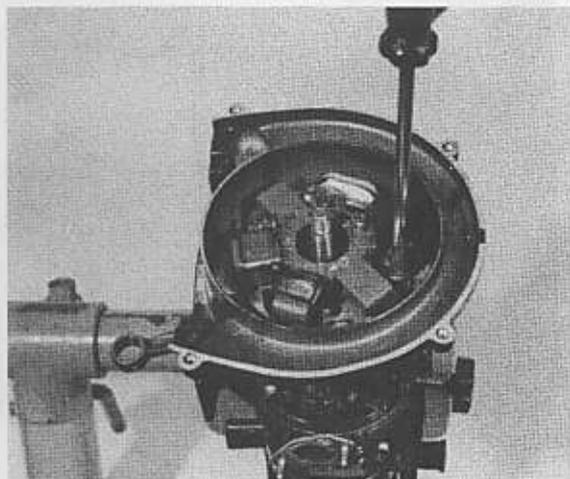

Fig. 24
- remove the magneto stator plate (Fig. 24).
- Togliere lo statore (Fig. 24)